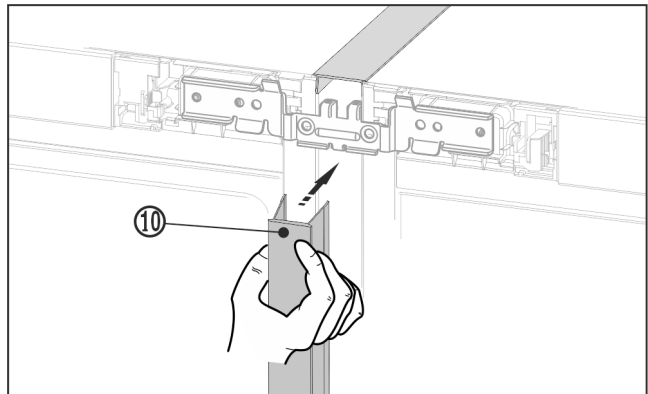

Fig. 28
- ▶ À l'avant, pousser la baguette longue Fig. 28 (10) dans la fente verticale. Veiller à ce que la baguette repose sur la tôle de jonction.